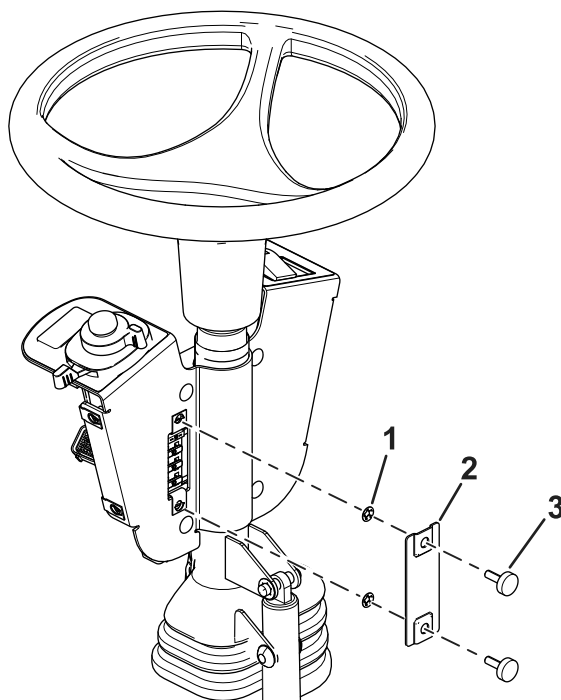

Рисунок 11
10. Установите крышку блока предохранителей на крепление переключателя с помощью 2 барашковых винтов и 2 стопорных шайб (Рисунок 11).
Примечание: Убедитесь в том, что стопорные шайбы установлены внутри крышки блока предохранителей (Рисунок 11).